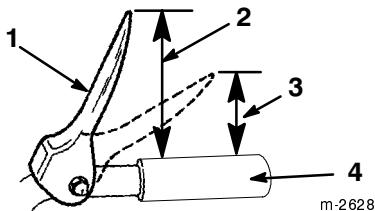

Figure 8
- Réglez la position de l'écrou à embase sur la tige de commande de traction vers le haut ou vers le bas pour que l'extrémité de la manette de commande de traction soit à environ 12,7 cm de la poignée (Fig. 8).
Remarque : Le réglage est correct si les roues cessent de tourner quand le bout de la manette de commande de traction est à une distance de 7,6 à 10,2 cm de la poignée (Fig. 8).